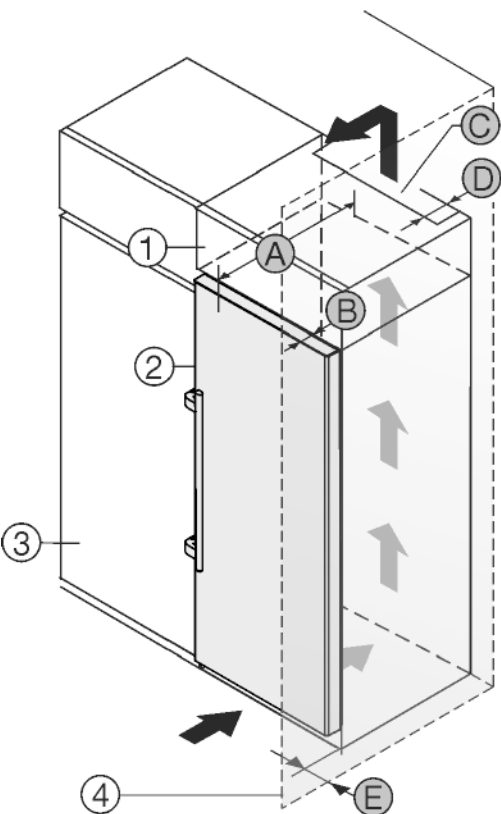

Fig. 2
- (1) Armario superior *
- (2) Aparato *
- (3) Armario de cocina *
- (4) Pared *
- (A) Profundidad del aparato *
- (B) Profundidad de la puerta *
- (C) Sección transversal de ventilación *
- (D) Distancia con respecto a la parte trasera del aparato *
- (E) Distancia con respecto al lateral del aparato *
Puede colocar el electrodoméstico directamente al lado del armario de cocina Fig. 2 (3).*
En la parte trasera del armario superior debe haber una cámara de salida de aire con una profundidad Fig. 2 (D) que abarque toda la anchura del armario.*
Bajo el techo de la estancia debe mantenerse la sección transversal de ventilación Fig. 2 (C).*
Si el electrodoméstico se instala con las bisagras junto a una pared Fig. 2 (4), la distancia entre el electrodoméstico y la pared debe ser de como mínimo 57 mm . Esto equivale al saliente del tirador con la puerta abierta.*
Para poder abrir totalmente la puerta, el electrodoméstico debe sobresalir la profundidad de la puerta Fig. 2 (B) respecto del frente del armario de cocina. El electrodoméstico puede sobresalir más en función de la profundidad de los armarios de cocina Fig. 2 (3) y del uso de distanciadores de pared.*